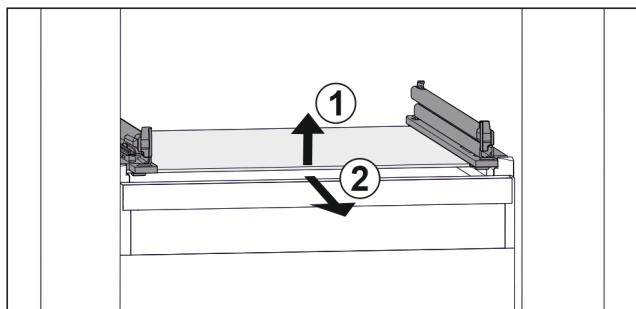

Fig. 24 Příklad znázornění skleněné desky
- ▶ Nadzvedněte skleněnou desku vpředu. Fig. 24 (1)
- ▶ Vyjměte skleněnou desku dopředu. Fig. 24 (2)